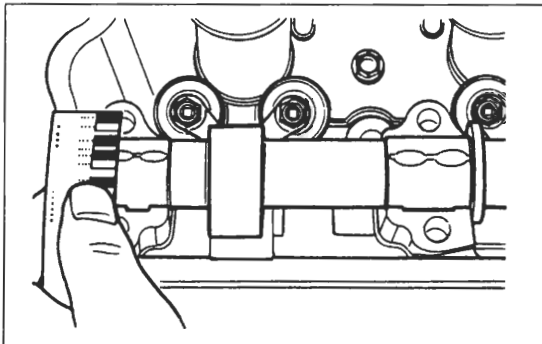

Bild 185
- Lagerdeckel anbringen und Innendurchmesser mit Innentaster messen (Bild 185). Sollwert: 22,012 bis 22,025 mm.